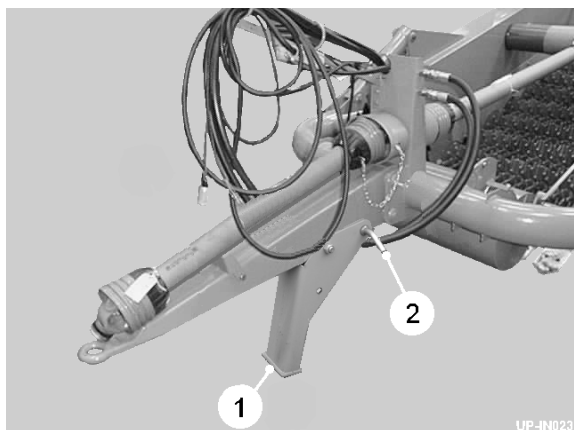
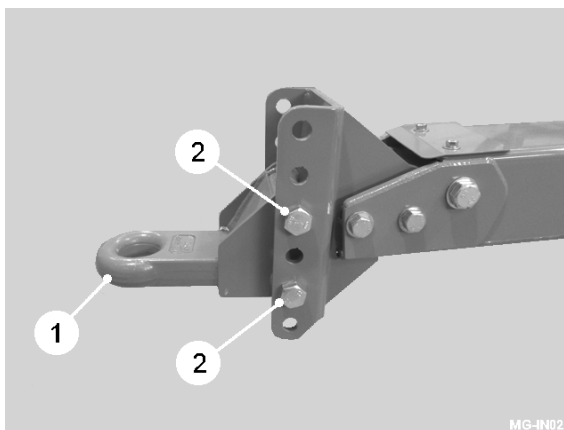

Fig 1
Fig 1a
Stativet (item 1, fig 1) er tilvejebragt, så maskinen holdes i en passende højde til sikker kobling til traktorens pick-up træk. På maskiner udstyret med et justerbart trækøje (item 1, fig 1a) skal traktoren vendes op til maskinen, hvor trækstangen og pick-up-trækket justeres. Mål højden på traktorens kroge fra jorden, og juster trækøjets øje til samme højde ved at fjerne de to monteringsbolte (item 2, fig 1a) og placere dem i et andet sæt huller. Trækøjets øje kan vendes på hovedet for at opnå højere indstillinger.
Når maskinen er sikkert fastgjort til traktoren, kan stativet foldes tilbage til den lagrede position ved at fjerne ankerstiften (item 2, fig 1), dreje stativet og derefter fastgøre det med ankerstiften.